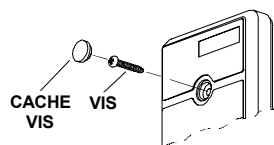

Figure 4. Fermeture du Boîtier
- A. Dévisser la vis de fermeture du boîtier sur le couvercle (voir Fig. 4). Le cache vis est livré à part dans un étuis plastic.
- A. Refermer le boîtier et visser la vis de fermeture. Insérer ensuite le cache plastic (voir Figure 4).